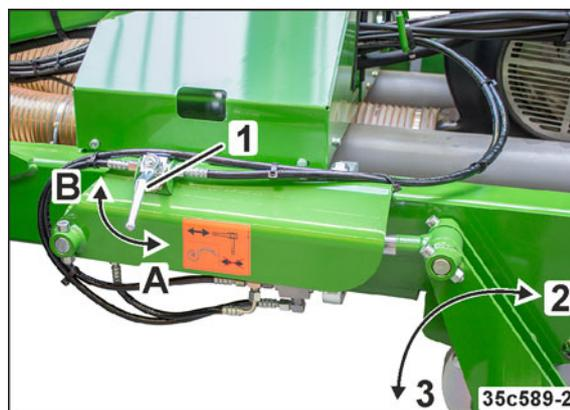

Fig. 238
1. Traktorspurlockerer in Arbeitsstellung schwenken (Fig. 238/3):
1. Traktorspurlockerer in Transportstellung schwenken (Fig. 238/2):